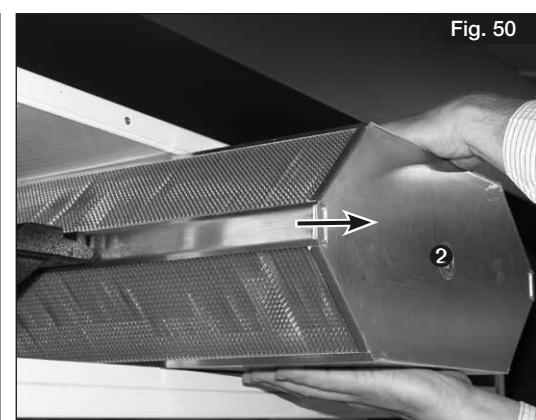

Fig. 50
3. Retirer avec précaution l'échangeur à contre-courant ② de l'appareil (voir Fig. 50). Attention à ne pas endommager les lamelles !!